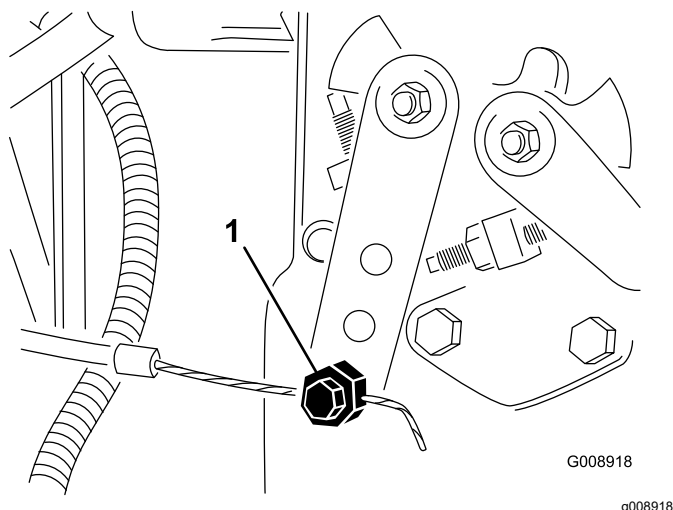

Figura 87
4. Afloje el conector del cable del acelerador en la palanca de la bomba de inyección (Figura 87).